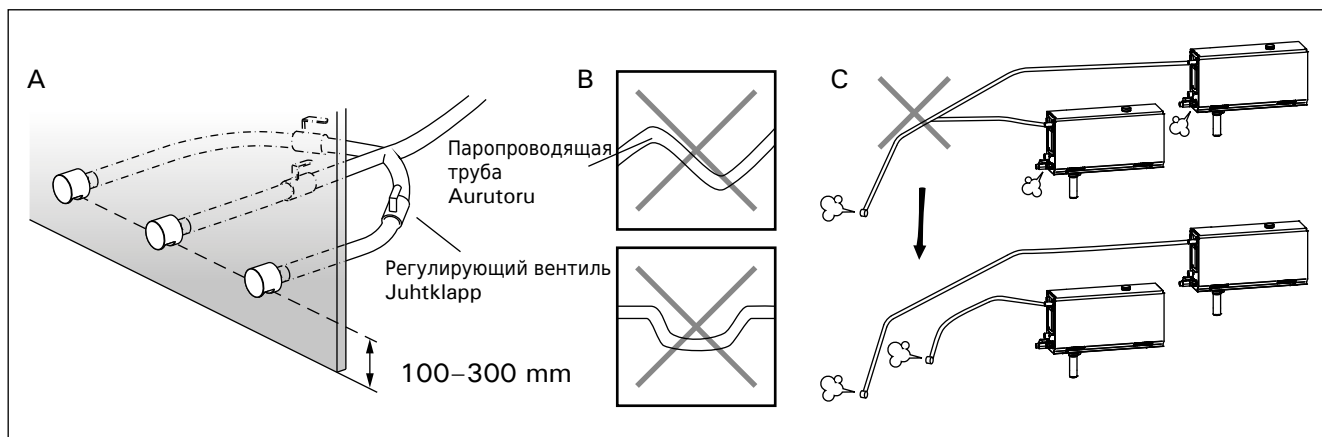

Рисунок 7. Паровые сопла и трубы
В случае использования нескольких паровых сопел каждая паропроводящая труба, ведущая к соплу, должна быть оснащена регулирующим вентилем с тем, чтобы пар равномерно распределялся по всему помещению парильни. Рисунок 7А. Регулировка вентилей:
**Дальний конец паропроводящей трубы следует наклонить в направлении парильни. В трубах не должно быть лишних отводов, водоотделителей или отсечек. Рисунок 7В.**